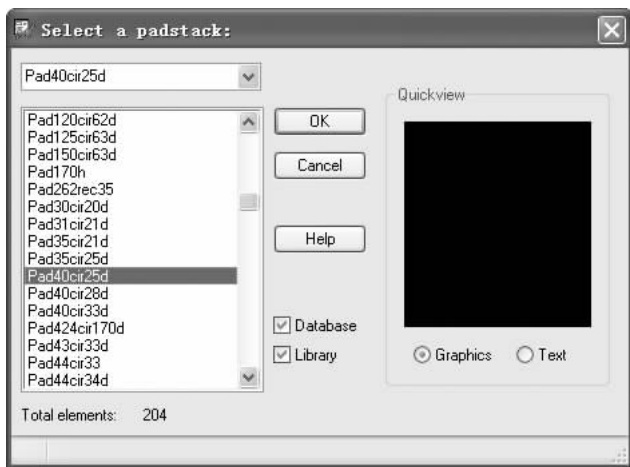

图 9-23 “Select a padstack（选择焊盘）”对话框
6) 单击  按钮，弹出“Select A padstack（选择焊盘）”对话框，在列表中选择焊盘的型号，如图 9-23 所示。